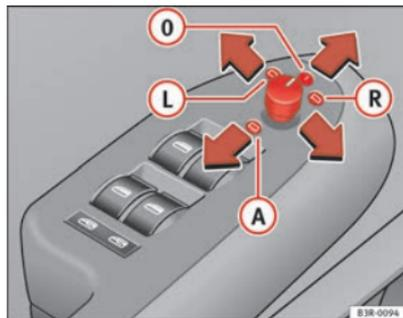

Abb. 105 Ausschnitt aus Armlehne: Drehknopf
- Drehen Sie den Drehknopf in Stellung  $\Rightarrow$  Abb. 105  $\textcircled{L}$  (Fahrer Außenspiegel) oder in Stellung  $\textcircled{R}$  (Beifahrer Außenspiegel).
Beim Einlegen des Rückwärtsgangs kippt die Spiegelfläche etwas nach unten, wenn auf den Beifahrer Außenspiegel umgestellt ist (Drehknopf in Stellung  $\textcircled{R}$   $\Rightarrow$  Abb. 105). Dadurch wird beim Einparken die Sicht zur Bordsteinkante ermöglicht.